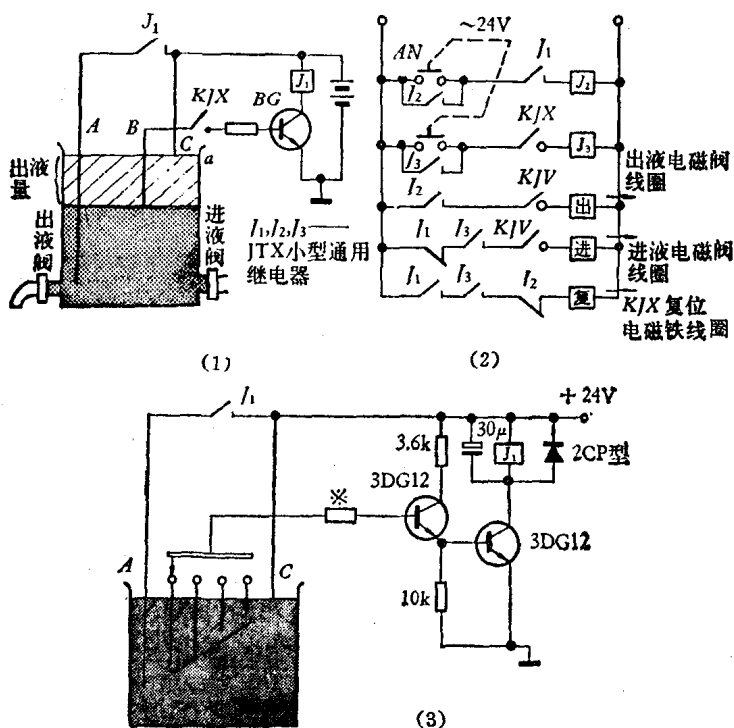

图 1-18
油酱行业的职工利用自动控制水位的原理，革新成功了酱油控量机，实现了售货的自动控量。图 1-18 就是酱油控量机的原理图。
我们先结合图 1-18(1)，(2) 来分析一下酱油控量机的工作原理。平时计量容器中液面处于 a 的位置，当按下斤两选择开关 KJX 和品种选择开关 KJV 时，晶体管导通，继电器 J_1 通电，它的常开触点闭合，常闭触点脱开。
再按下按钮开关 AN ，则图 1-18(2) 中的第一、第二两条通路接通， J_2 、 J_3 通电自保。此时由于 J_2 的常开触点闭合，使第三条通路中出液电磁阀的线圈通电，打开出液阀，计量容器